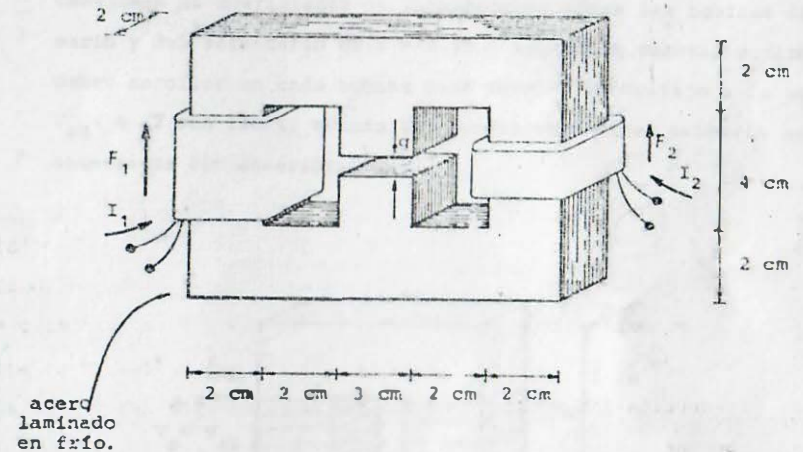

FIGURA P8.10
8.10 Suponga que en un circuito magnético como el de la figura P8.10, construido con acero laminado en frío, se desea calcular el flujo magnético en el entrehierro y en cada brazo del núcleo. Utilice la información de la curva de magnetización del material y el concepto de fuerza aparente.